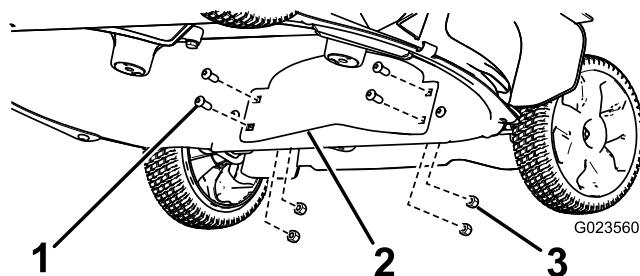

Figure 4
1. Retirez les 4 boulons et les 4 écrous à l'avant du carter de la machine (Figure 4).
2. Fixez le déflecteur au moyen des 4 boulons et des 4 écrous que vous avez retirés à l'opération 1 (Figure 4).